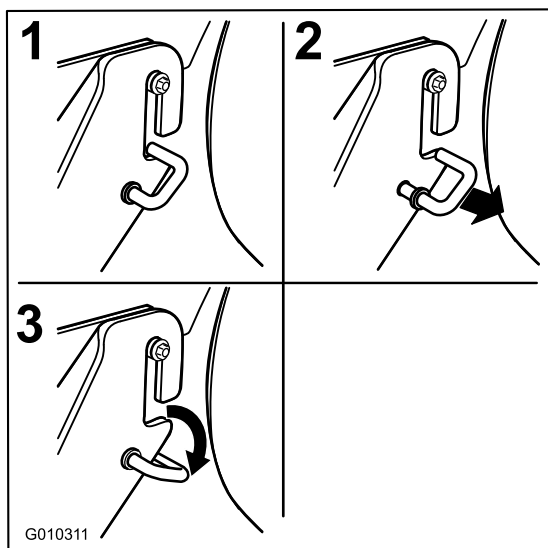

Figura 74
1. Sganciate i ganci uncinati a molla dalla fessura delle staffe di sospensione posteriori su entrambi i lati del piatto di taglio (Figura 74).